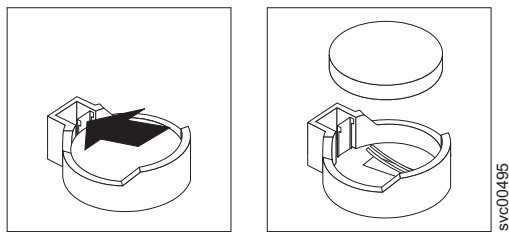

図 134. SAN ボリューム・コントローラー 2145-8A4 CMOS バッテリーの取り外し
7. 図 134 に示すように、CMOS バッテリーを取り外します。